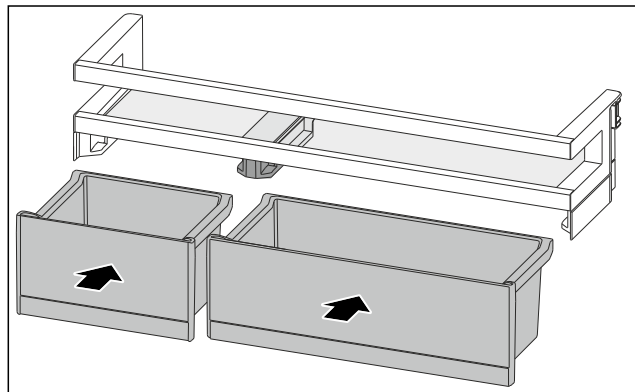

Fig. 88
- ▶ Sett inn VarioBoxer i endret anordning. (se Fig. 88)